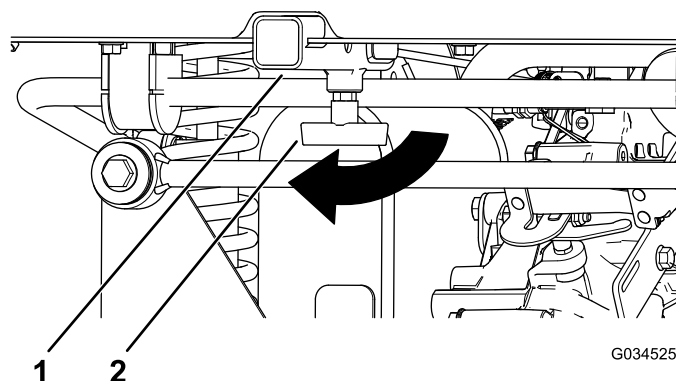

Figura 6
5. Afloje la maneta en "T" del tubo receptor (Figura 6).